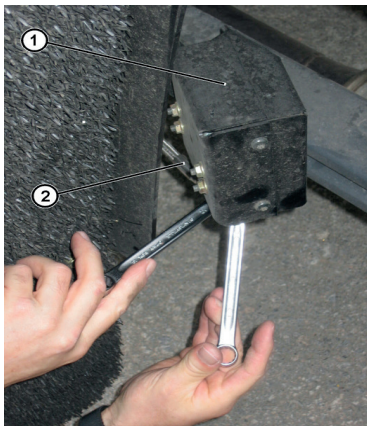

Fig. 3: Conexión de la tubería de presión de comprobación_1
1. Soltar en el módulo dosificador (Fig. 3,, Pos. 2) el empalme de la tubería de dosificación específica del vehículo (Fig. 3,, Pos. 1).